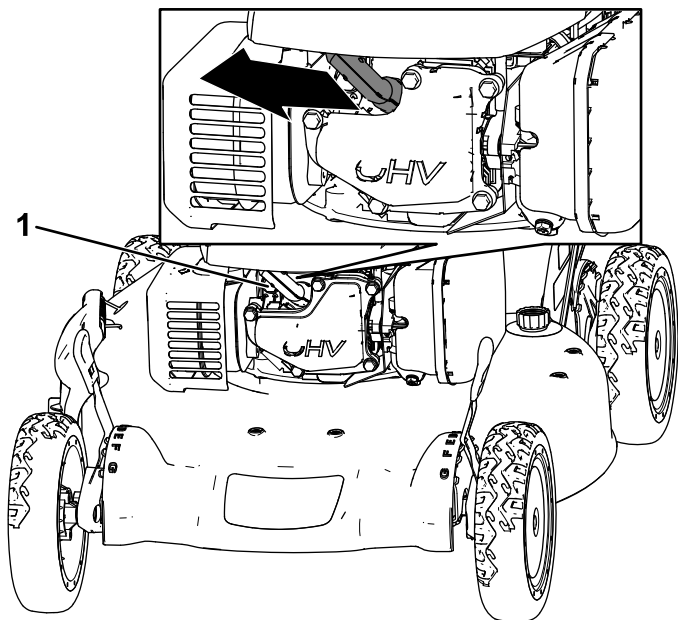

Figura 38
2. Desconecte el cable de la bujía (Figura 38).